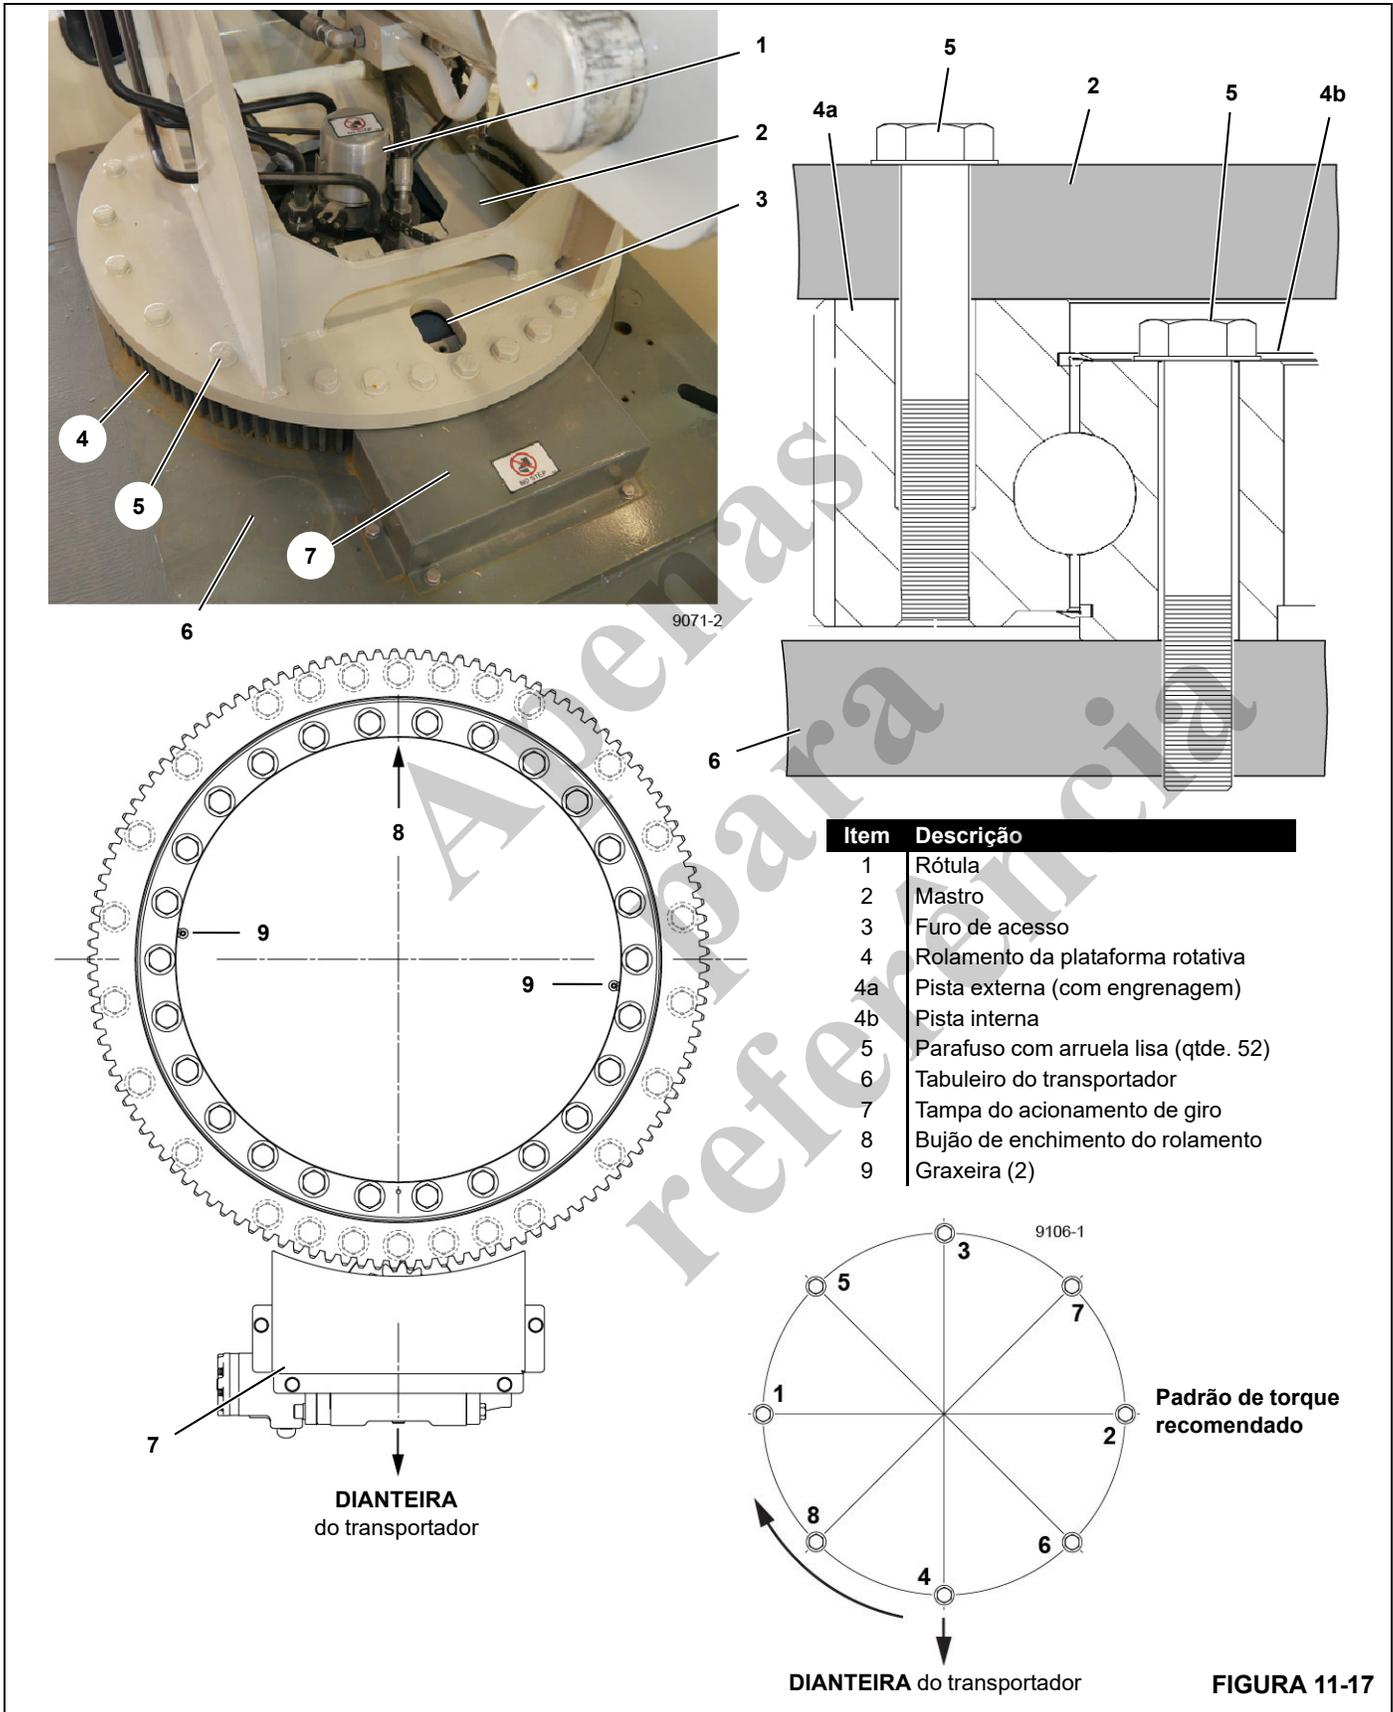
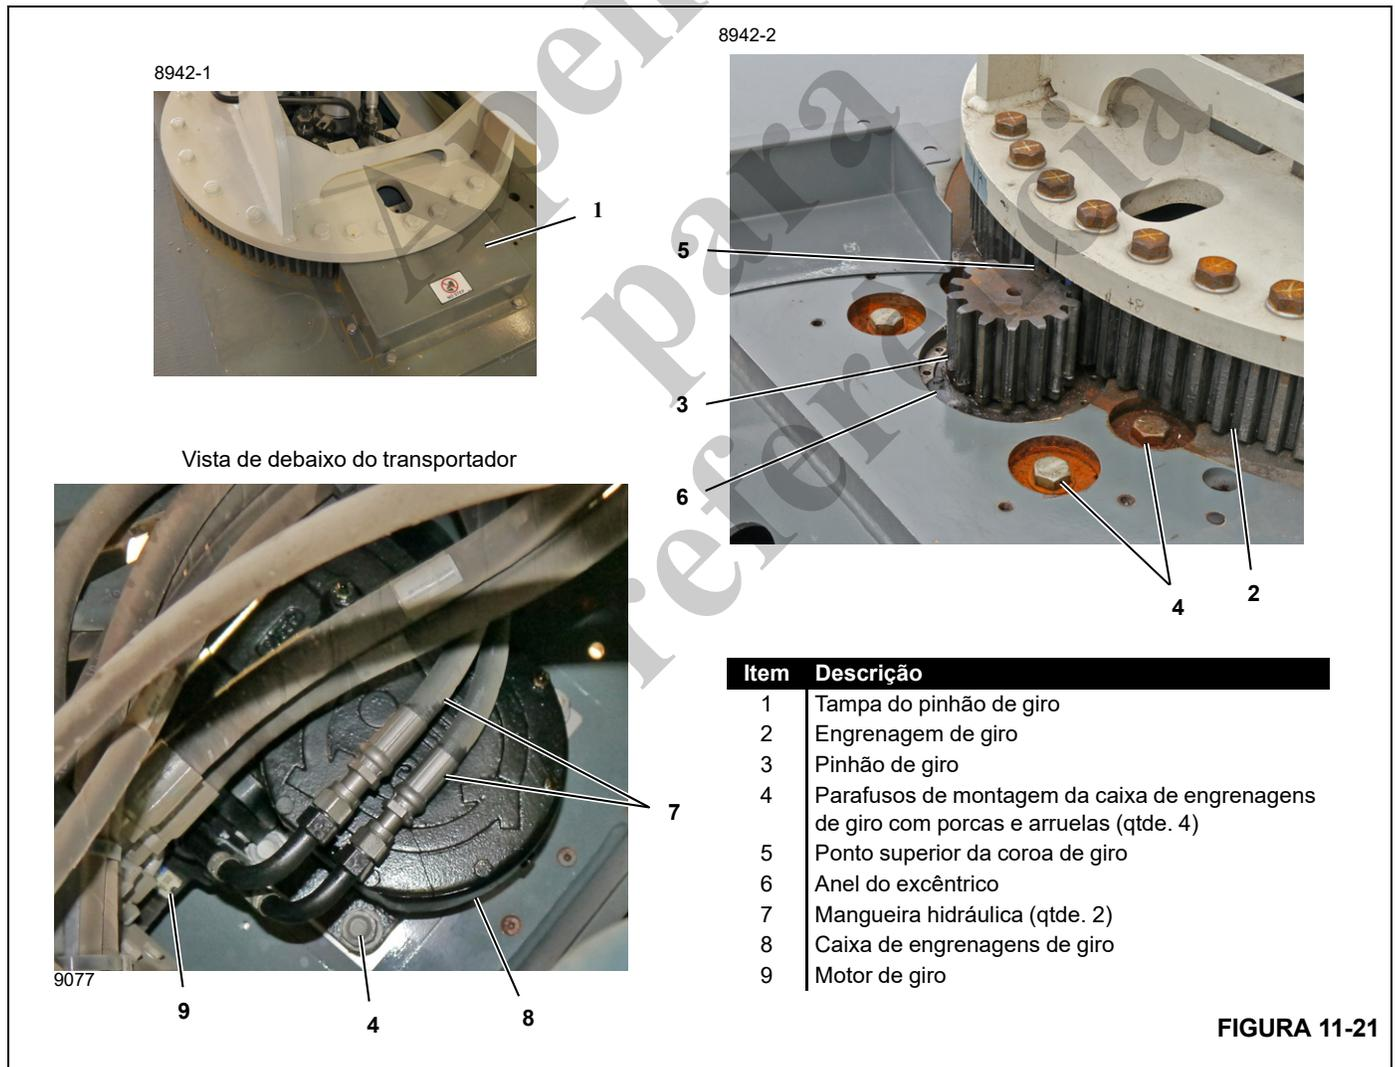

FIGURA 11-17
FIGURA 11-21
O mastro é fixado ao tabuleiro do transportador através de um rolamento da plataforma rotativa como mostrado na Figura 11-17.
O rolamento tem duas graxeiras (9, Figura 11-17) distanciadas 180° na pista interna. Um furo com fenda (3) na placa do mastro oferece acesso aos parafusos e às graxeiras da pista interna.
Ao verificar o torque dos parafusos, use o padrão diametralmente oposto de 180° mostrado na Figura 11-17.
3. Prepare a caixa de engrenagens de giro da seguinte maneira (consulte a Figura 11-21):
- a. Remova a tampa do pinhão de giro (1).
- b. Solte um pouco os quatro parafusos de montagem da caixa de engrenagens de giro (4).
- c. Gire o anel excêntrico (6) com uma chave ajustável para proporcionar a máxima distância entre o pinhão de giro (3) e a engrenagem de giro (2).
6. Eleve o rolamento da plataforma rotativa para a posição no tabuleiro do transportador e certifique-se de que o rolamento da plataforma rotativa esteja posicionado como mostrado na Figura 11-17:
- O bujão de enchimento do rolamento (8, Figura 11-17) deve estar voltado para a traseira do tabuleiro do transportador.
10. Ajuste a caixa de engrenagens de giro da seguinte maneira (consulte a Figura 11-21):
- a. Usando uma chave ajustável, gire o anel excêntrico (6) de maneira que o pinhão de giro (3) esteja em contato completo com a coroa de giro (2).
- b. Aperte os quatro parafusos de montagem da caixa de engrenagens de giro (4) com 202 ± 5 lb-pé.
- c. Instale a tampa do pinhão de giro (1).
Consulte a Figura 11-21 para os procedimentos a seguir.
Consulte a Figura 11-21 para o procedimento a seguir.